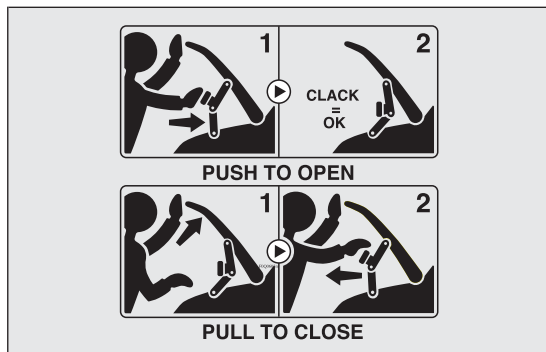

fig. 86
**ADVERTENCIA** Debajo del capó del motor hay una etiqueta donde se resume las operaciones de apertura/cierre del capó del motor anteriormente descritas (ver fig. 86).